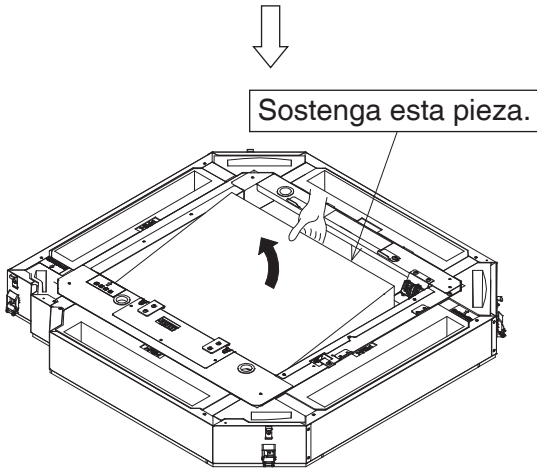

Figura 8
- (1) Retire las cintas que sujetan la fuente de alimentación y los cables de señal.
- (2) Retire las cintas que sujetan los ganchos (filtro) (2 ubicaciones).
- (3) Retire la cinta que sujeta el filtro plisado (1).
- (4) Sostenga el filtro plisado (1) por la parte indicada en la **Figura 8** y sáquelo.